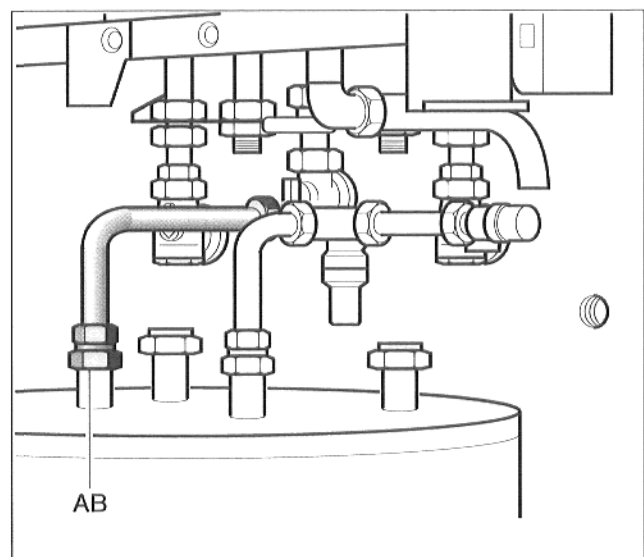

Abb. 7 Brauchwasser-Anschlußrohr
- Klemmringverschraubung an den Brauchwasser-austritt am Speicher (AB) eindichten. Schraubnippel vom Brauchwasser-Anschlußrohr in den Wandanschluß eindichten.
- Brauchwasser-Anschlußrohr zwischen Speicher und Wandanschluß montieren (Auf Klemmringe achten! Abb. 7).